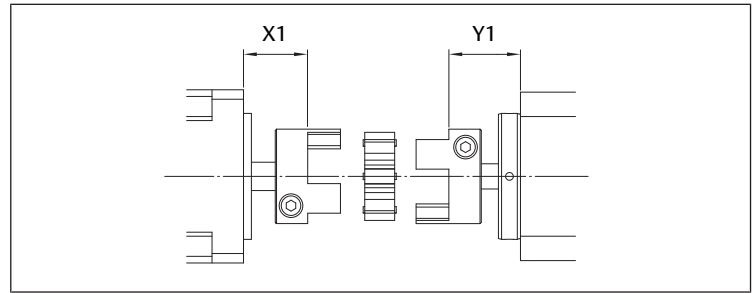

Bild 12: Positionsmått för koppling utan fotfäste
- För koppling utan fotfäste. Se → Bild 12 och → Tab. 4.